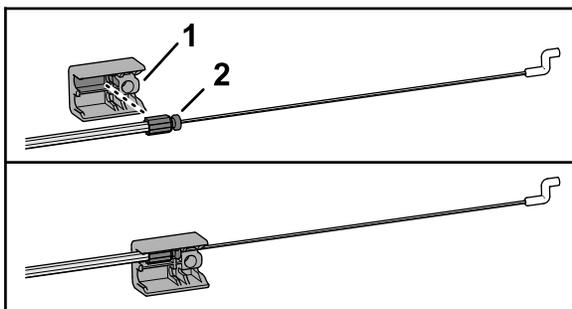

Bild 9
1. Stecken Sie das Anschlussstück am Ende des Kabelzugmantels in die obere Buchse der Holmverbindung (**Bild 9**).